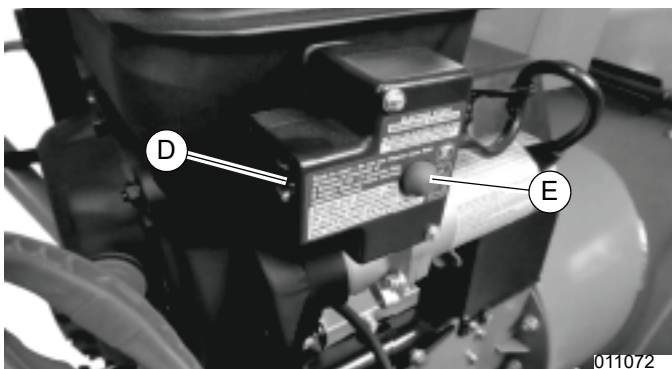

Figure 3-4. Boîtier de commande et bouton de démarrage
- Voir Figure 3-4. Raccorder un cordon de rallonge de forte section au boîtier de commande (D) et brancher le cordon de rallonge dans une prise de 120 V.